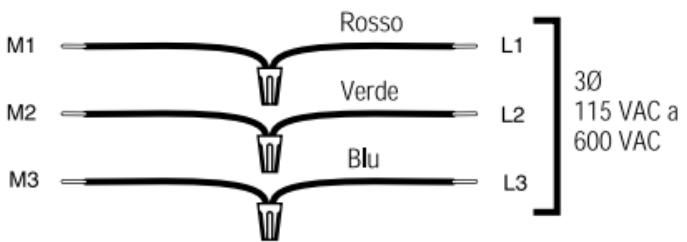

Figura 3
- Collegare il cavo di alimentazione L1 identificato in precedenza al cavo M1 del motore. Ripetere le connessioni per L2 a M2 ed L3 a M3. Vedere la Figura 3.